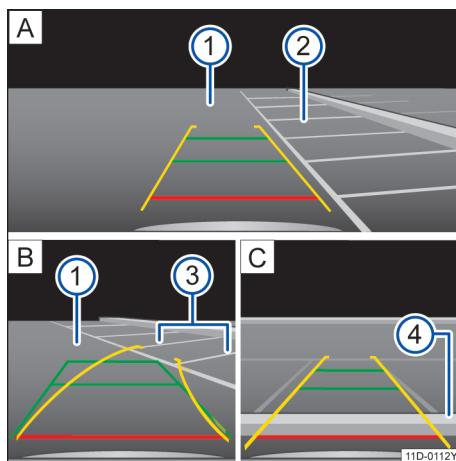

图 106 信息娱乐系统的屏幕显示：使用倒车摄像头泊车
- 将车辆驶到停车位前方→图 106(A)(2)。
- 转向，使黄色辅助线与目标车位边界对齐。绿线和黄线必须与侧面边界线→图 106(B)(3) 重合。
- 当红色辅助线到达车位后方边界→图 106(C)(4) 时，停车。